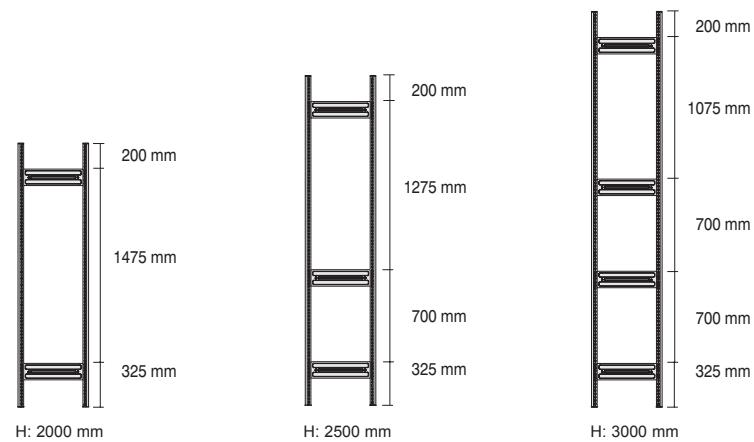

Abb. 2
- (D) Aufbauanleitung
- (F) Notice de Montage
- (NL) Handling voor montage
- (GB) Assembly instruction
(D) Zwei Stützprofile im Abstand der Stützenverbinder anordnen (Abb. 1). Stützenverbinder entsprechend Abb. 2 (die Pfeile zeigen in Richtung des Fußbodens) einsetzen und mit einem Gummihammer o.ä. in die Stützprofile einschlagen.
Achtung! Die Fixierprägung der Stützenverbinder (Abb. 2 a) muss auf beiden Seiten in die Stützprofile einrasten (Abb. 3 a).
Attention! Les connexions d'appui (fig. 2 a) doivent s'enclencher des deux côtés des profilés d'appui (fig. 3 a).
(NL) Twee steunprofielen op de afstand van de steunverbindingstuken plaatsen (afb. 1). Steunverbindingstuken overeenkomstig afb. 2 (de pijlen wijzen in de richting van de vloer) inzetten en met een rubberen hamer of dergelijke in de steunprofielen slaan.
Opgelet! De fixeeradhesie van de steunverbindingstuken (afb. 2 a) moet aan beide kanten in de steunprofielen sluiten (afb. 3 a).
(GB) Arrange two support frames at the correct distance for the support connection (fig. 1). Fit the support connections as shown in fig. 2 (the arrow points in the direction of the ground) and use a rubber hammer (or similar) to tap them into the support frames.
Attention! The locking pieces for the support connections (fig. 2 a) must be snapped in position on both sides in the support frames (fig. 3 a).